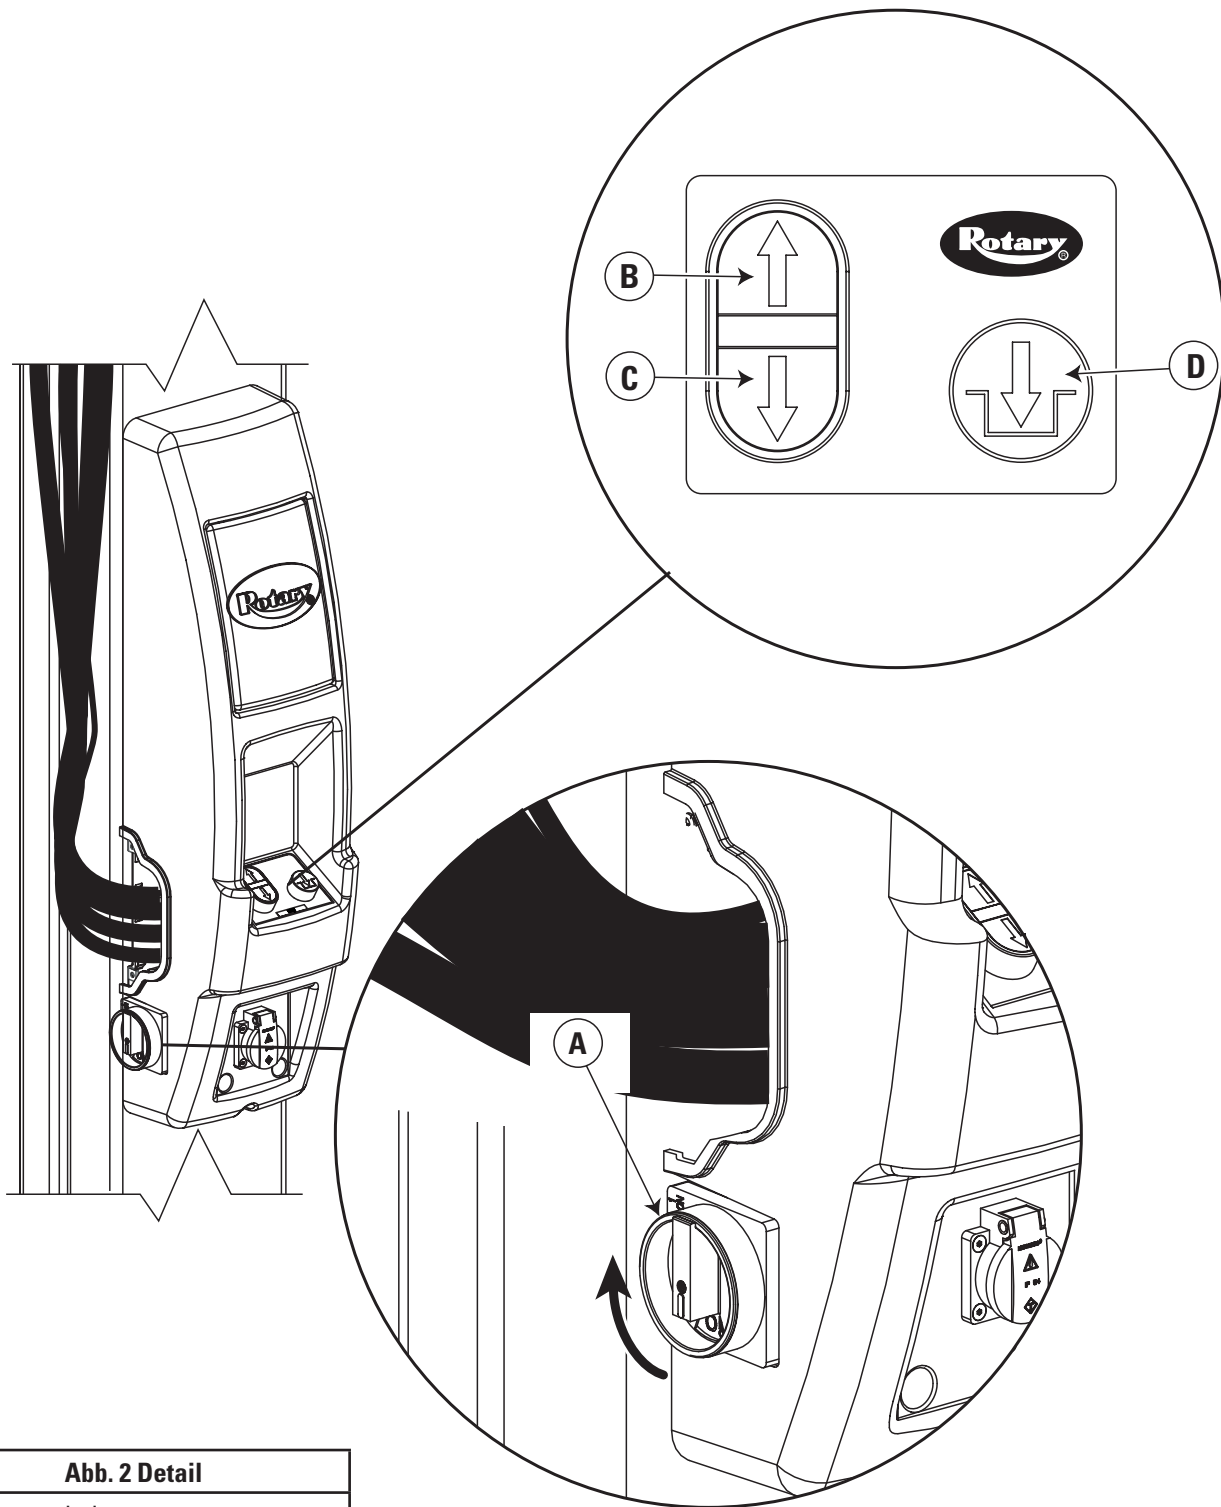

Abb. 2 Detail
- E-Stopp-Schalter auf Position „ON“ drehen (Abb.1). Bei Hebebühnen der E-Serie E-Stopp-Schalter auf „ON“ drehen (Abb. 2).
- Für Hebebühnen der E-Serie: Auf Bedienfeld drücken (Abb. 2).